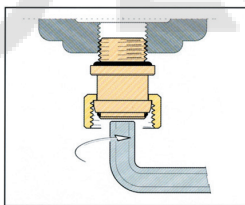

Рисунок 1.
- При монтаже вентиля к отопительному прибору присоединяется первым патрубок (хвостовик) полусгона (см. рис. 1). Перед монтажом необходимо удостовериться в наличии и целостности уплотнительного кольца. Монтаж должен производиться с помощью специального сгонного ключа. Накидную гайку полусгона после затяжки вручную следует повернуть ключом не более чем на 1/2 оборота.